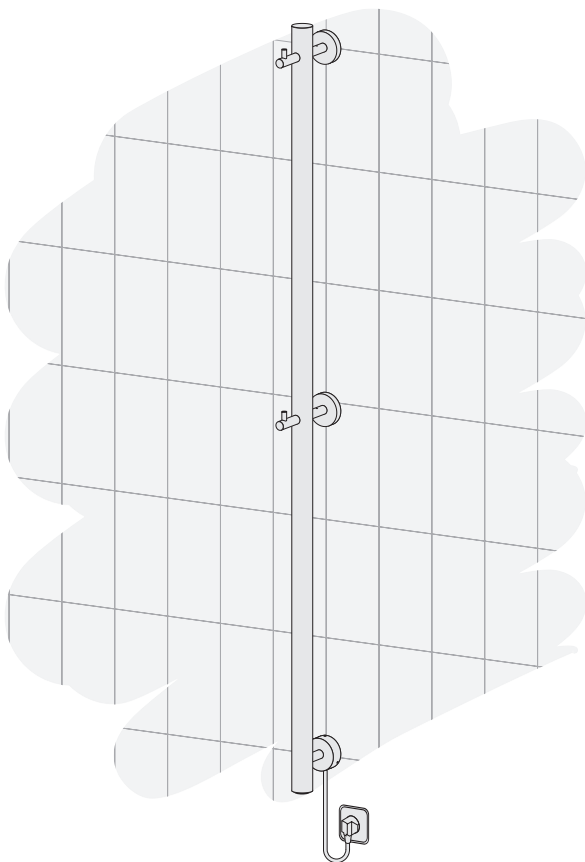

Рис.6
4.1.7. Подключить полотенцесушитель к электросети используя сетевой шнур (**рис. 6**).